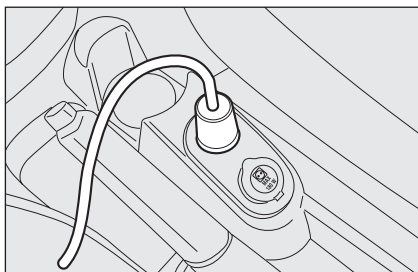
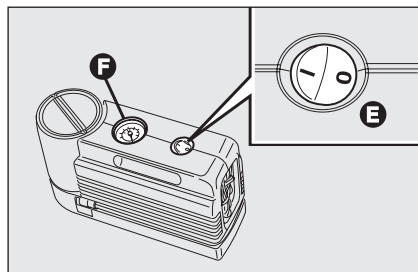

fig. 16
fig. 17
□ vérifier que l'interrupteur **E-fig. 17** du compresseur soit en position **0** (éteint), démarrer le moteur, insérer la fiche **D-fig. 16** dans la prise de l'allume-cigares et actionner le compresseur en mettant l'interrupteur **E-fig. 17** en position **I** (allumé). Gonfler le pneu à la pression indiquée dans le paragraphe "Pression de gonflage" du chapitre "Caractéristiques techniques". Pour plus de précision dans la lecture, il est préférable de vérifier la valeur de la pression sur le manomètre **F-fig. 17** à compresseur éteint;